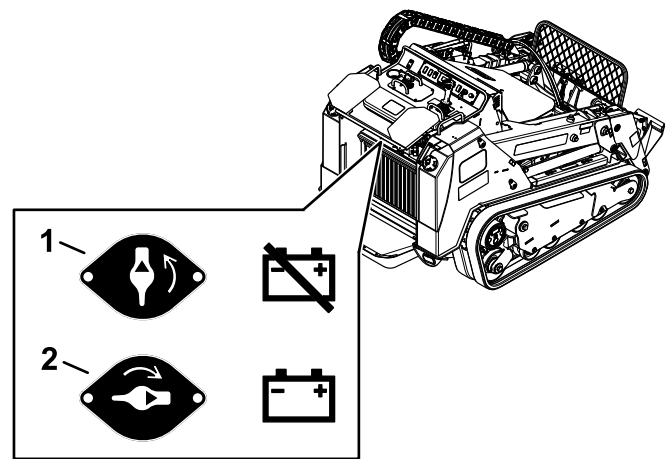

Figura 55
- Para suministrar energía eléctrica a la máquina, gire el interruptor de Desconexión de la batería en sentido horario a la posición de ENCENDIDO (Figura 55).
- Para interrumpir el suministro de energía eléctrica de la máquina, gire el interruptor de Desconexión de la batería en sentido antihorario a la posición de APAGADO (Figura 55).